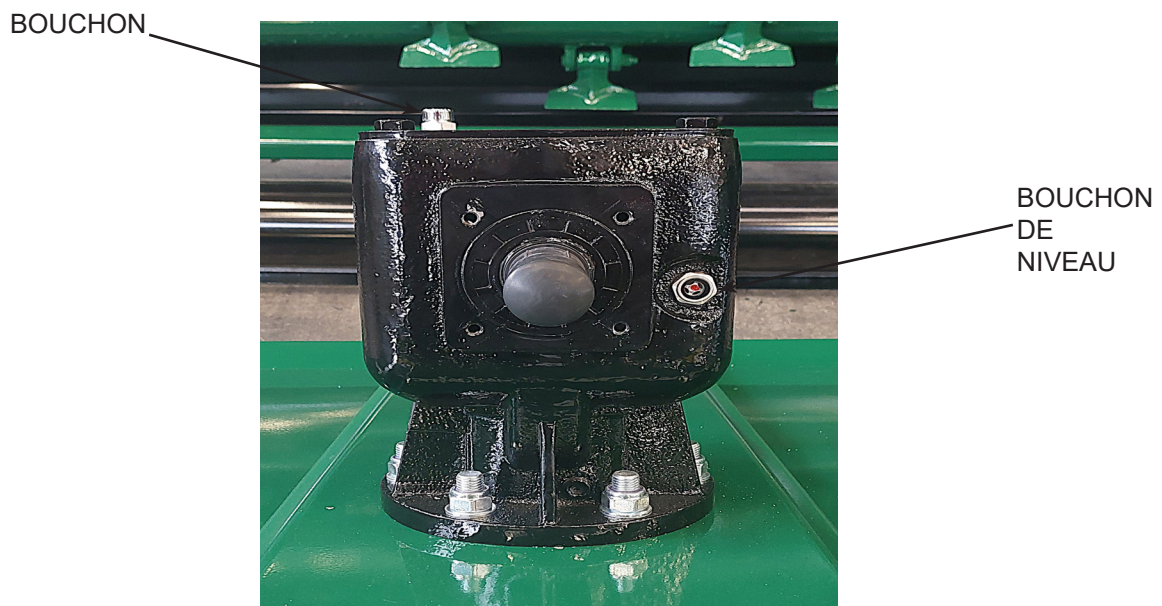

Figure 1
- Vérifiez le niveau d'huile dans la boîte de vitesses par le bouchon de niveau d'huile situé au-dessus de l'unité (voir Fig.1). Si un appoint d'huile est nécessaire, procédez au remplissage jusqu'à ce que l'huile soit à nouveau visible par le bouchon de niveau situé derrière la protection de la prise de force.